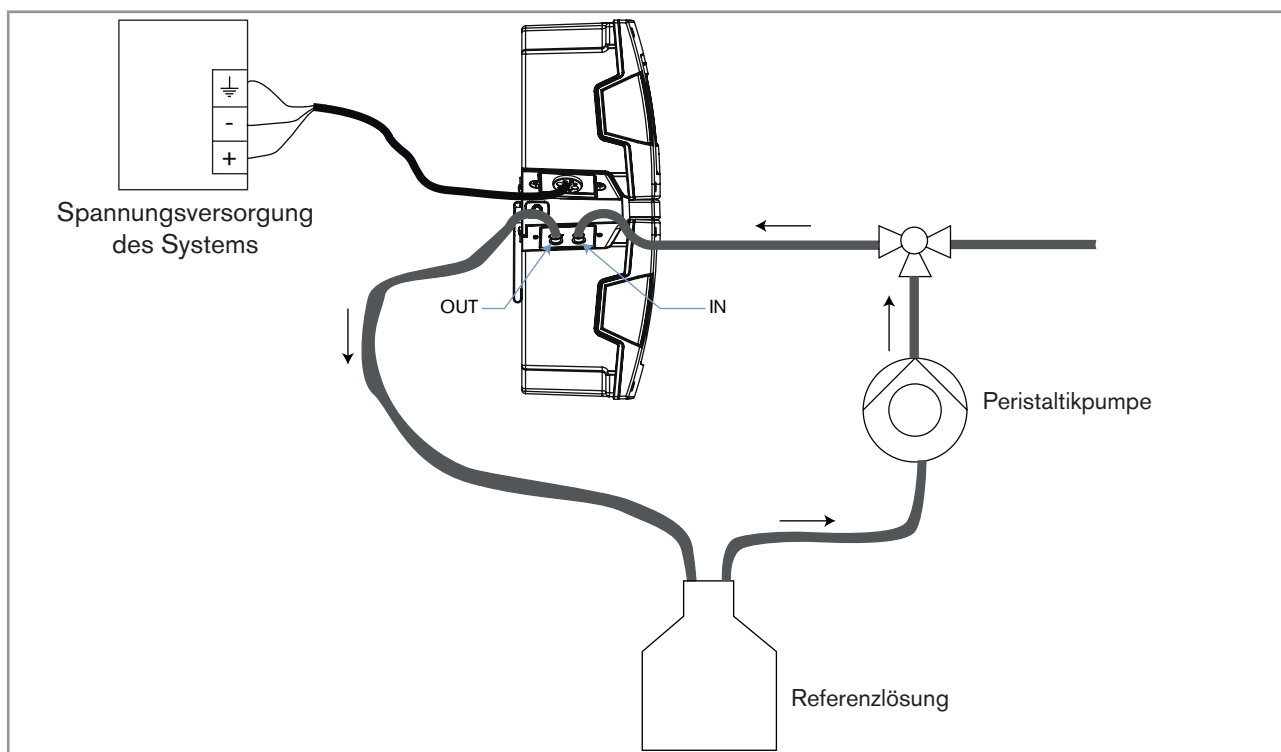

Bild 3: Aufbau zur Kalibrierung des Geräts außerhalb des Prozesses
1. Eine Peristaltikpumpe an den Wasserprobeneinlasskreis des Systems anschließen, wie in Bild 3 gezeigt. Wenn die fluidischen Anschlüsse nicht korrekt vorgenommen sind, können Produkt und System beschädigt werden, weil der Druck in Produkt und System zu hoch ist.